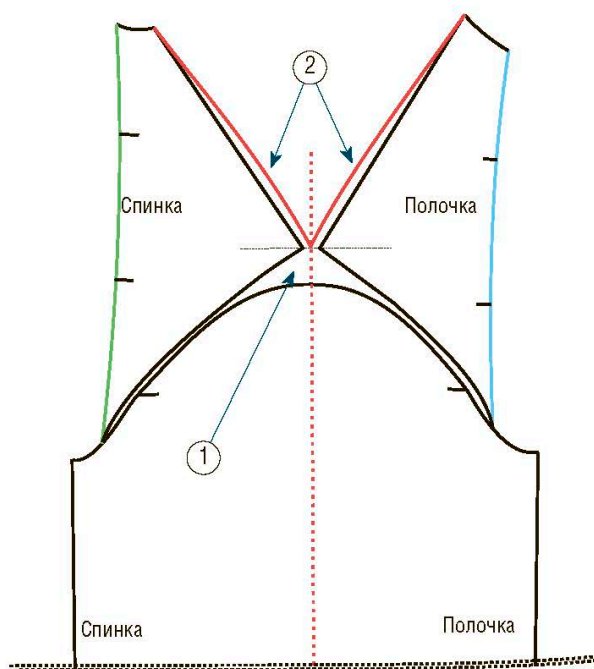

Рис. 2
① Поместите основную выкройку рукава на новый лист бумаги и зафиксируйте скотчем или тяжелым предметом. Продолжите линию середины рукава (красный пунктир на рис. 2). Выше оката рукава на 1–2 см, в зависимости от конкретной модели, сделайте горизонтальную засечку (черный пунктир на рисунке). Пространство между двумя пунктирными линиями понадобится для отметок линии припосаживания, которое обычно выполняется на вершине оката рукава. При этом данное расстояние можно увеличивать или уменьшать, это зависит от крутизны плеча. Чем более широкое и округлое плечо, тем выше поднимется эта мерка. В целом необходимо обеспечить такое количество ткани, чтобы ее хватило на облегание плеча и рукав не разошелся по шву.
② Следующий шаг: поместите выкройку лифа (спинку на стороне задней части рукава, а полочку со стороны передней части рукава) так, чтобы края линий плеча упирались в горизонтальную линию, начерченную на этапе 1 построения (черный пунктир). Если основа сделана для фигуры с очень широкими плечами, то вершины линии плеча можно раздвинуть на 0,5 см с каждой стороны линии середины рукава (красный пунктир). Затем начертите линию плеча вдоль выкройки, отступив на 2 мм (красные линии на рисунке).